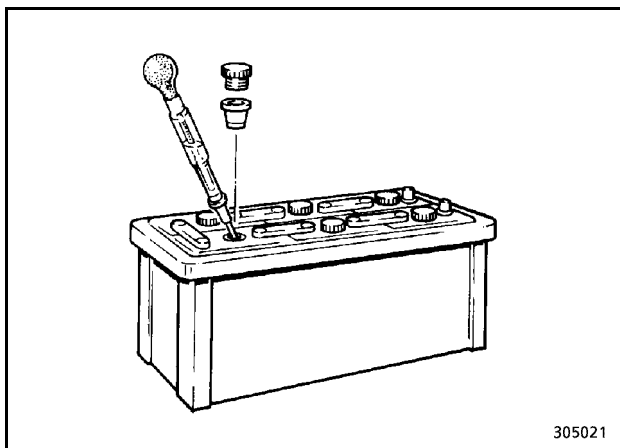

图 3-42:
- ☞ 拧下螺帽 (图 3-42:)
- ☞ 拧下电池的帽 (图 3-42:)
- ☞ 使用商用酸测试器测量酸密度 (图 3-42:)。测量出的酸密度与电池充电情况直接相关。